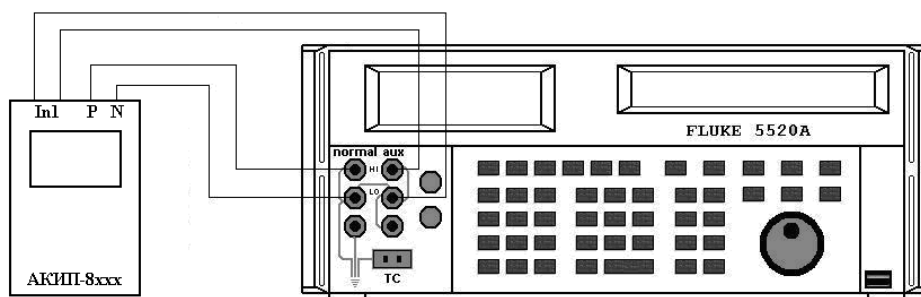

Рисунок 9 – Схема соединения приборов при определении основной абсолютной погрешности измерения мощности и коэффициента мощности ($\cos\varphi$)
- собрать схему согласно рис. 9;